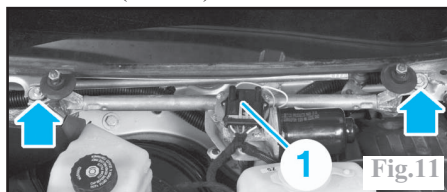

Fig.11
Débrancher le connecteur (1) du moteur d'essuie-vitre (Fig.11).